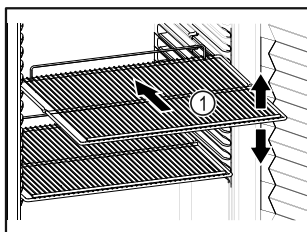

Fig. 75 Vejledende illustration
- Tilpas højden, når bæreristene Fig. 75 (1) kan flyttes.